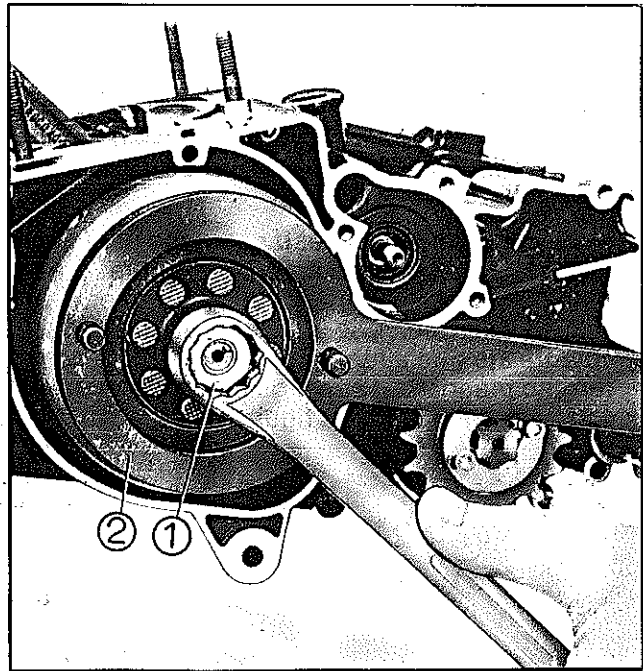

FIG. I20 - DESMONTAGEM DO MAGNETO
4. Desaparafusar a porca (1) que fixa o volante no eixo do motor. Nesta operação utilizar a ferramenta especial (2) (7017.099.012.00.4) Fig. I20.